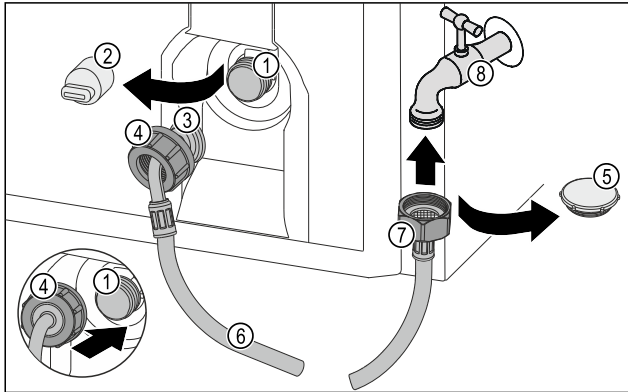

Fig. 33
- ▶ Зніміть захисний ковпачок Fig. 33 (5).
- ▶ Приєднайте прямий кінець шланга Fig. 33 (7) до водяного крана Fig. 33 (8).
- ▶ Затягніть гайку на прямому кінці шланга Fig. 33 (7) за годинниковою стрілкою.